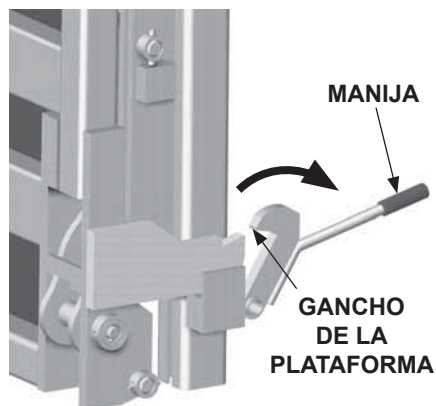

FIG. 15-1
3. Utilice la manija para desenganchar la plataforma (**FIG. 15-1**). Continúe con el paso 4 para desdoblar la plataforma.